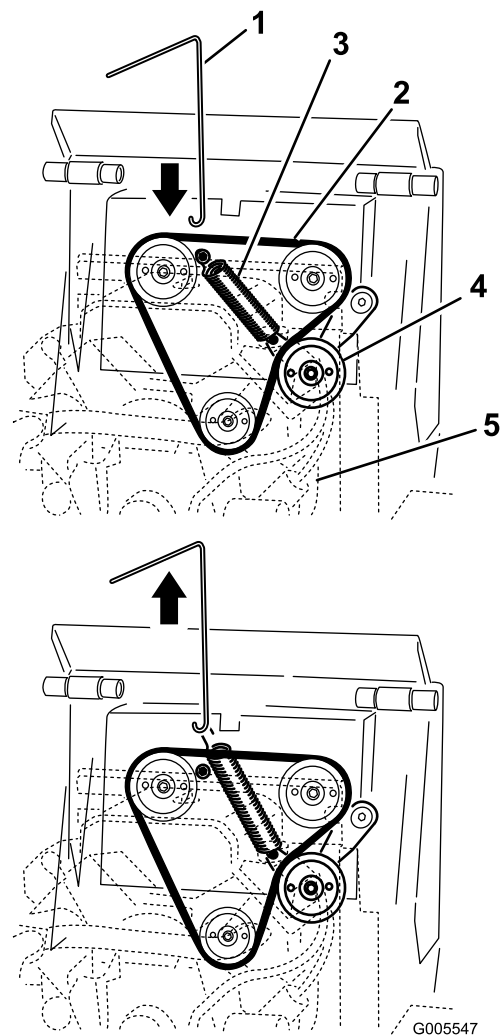

Figure 50
3. Accrochez le crochet de l'outil de dépose au crochet du ressort de la poulie de tension, et décrochez le ressort du goujon, comme montré à la Figure 50.